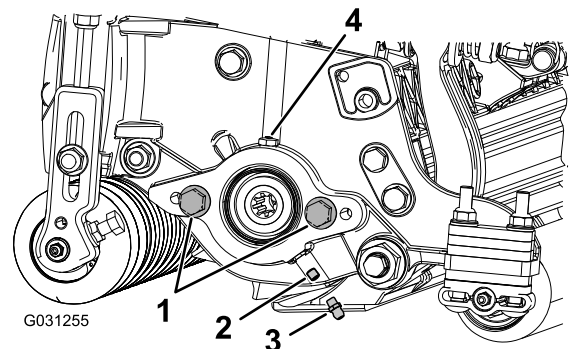

Figure 6
1. Retirez et mettez au rebut la vis de fixation sur la plaque latérale du moteur de cylindre (Figure 6).
2. Montez les graisseurs droits (Figure 6).
3. Si la plaque latérale du moteur de cylindre ne possède pas de boulons, mettez-les en place (Figure 6).
6. Graissez la plaque latérale jusqu'à ce que l'excédent de graisse ressorte par l'orifice de graisse (Figure 6).